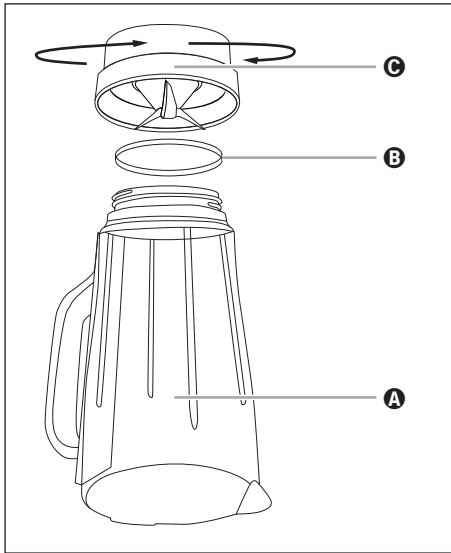

Fig. 4
- 2) Stil produktet på hovedet, og drej blenderkandens ③ plastdel ③ mod urets retning, så den kan løsnes fra blenderkandens ③ glasdel ① (se fig. 4).
- 4) Ved behov kan du forsigtigt tage tætningsringen ⑦ ud af plastdelen ③. Rengør den i mildt sæbevand og skyl den til sidst af med rent vand.
- 6) Sæt tætningsringen ⑦ rigtigt ind i plastdelen ③ igen. Sæt blenderkandens ③ plastdel ③ på blenderkandens ③ glasdel ① igen, og skru plastdelen ③ fast i urets retning.